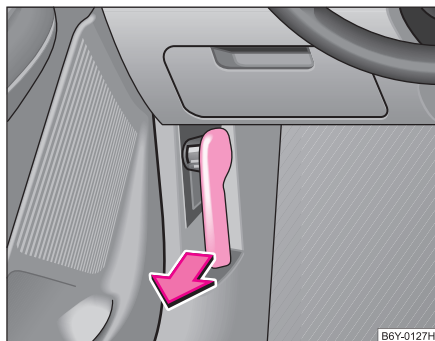

Fig. 138 Maneta de deblocare a capotei motorului
- Trageți maneta de deblocare de sub bord, pe partea conducătorului ⇒ fig. 138.
- Deblocați capota motorului ⇒ pagina 190, fig. 138.